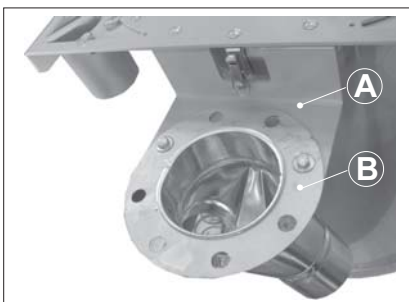

Fig. 3
- 4) Fix flange B temporarily to support A as shown in Fig.3
- 4) Gleichzeitig den Flansch B am Halter A befestigen, wie in Abb. 3 gezeigt.
- 4) Fixer temporairement la bride B au support A comme indiqué dans la fig. 3
- 4) Fissare temporaneamente la flangia B al supporto A come indicato in fig.3